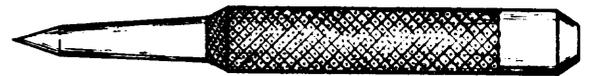

Fig. 2
2. Granete para marcar contornos (fig. 2).